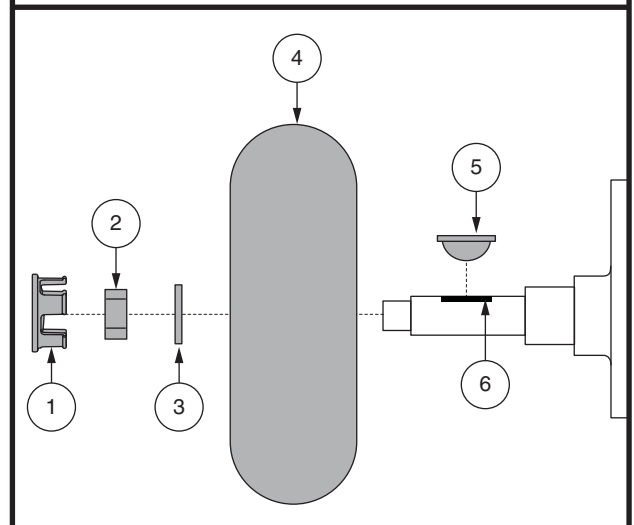

Figure 25. Enlèvement de la roue motrice
3. Enlever le bouchon de roue, l'écrou et la rondelle de roue motrice sur l'essieu. **Voir la figure 25.**
4. Retirer les écrous de la roue motrice de le moyeu. **Voir la figure 25.**
9. Glisser la nouvelle roue en place. Assurez-vous que la clef est bien ancrée dans la rayure de clef. **Voir la figure 25.**